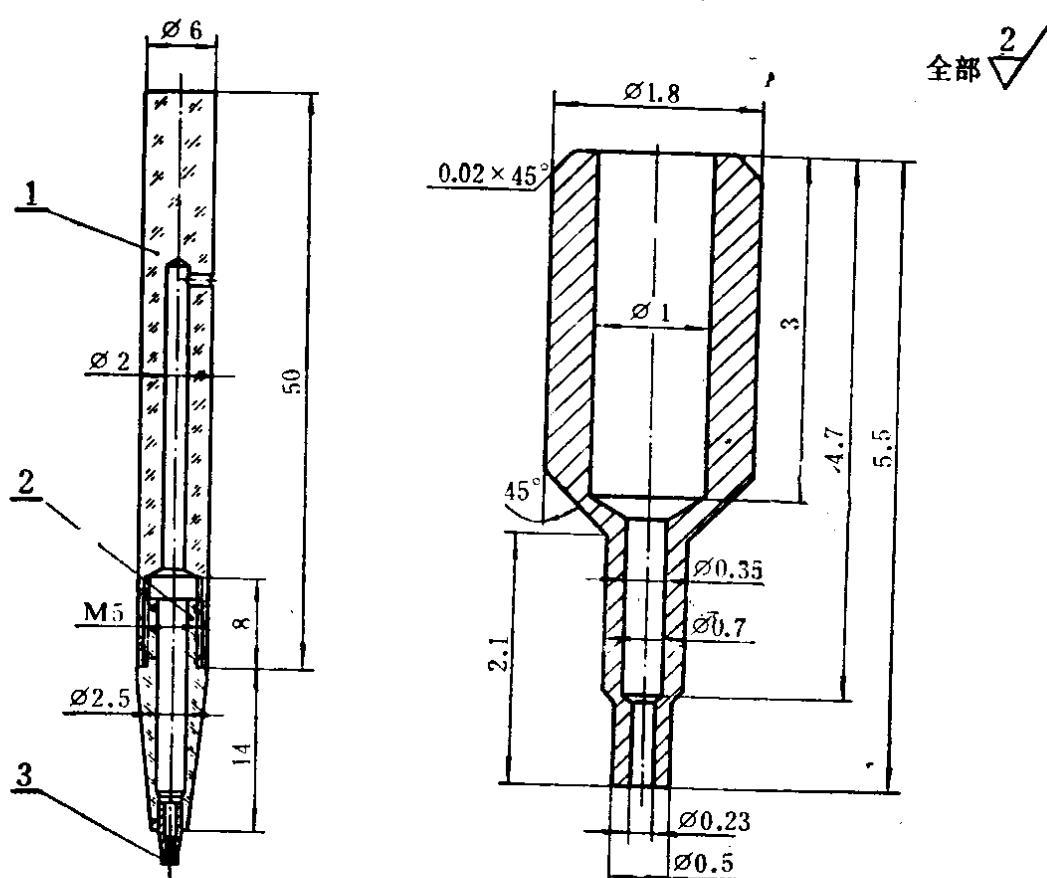

图 1-24 油笔
(2) 油笔 (见图 1-24): 油笔杆 1 与油笔嘴 2 为螺纹联接, 油笔尖 3 紧插在油笔嘴的孔里。油笔杆和油笔嘴全用有机玻璃制成。油笔嘴中贮存表油。为了使表油能从油笔尖的细孔中顺利流出, 油笔杆上应钻一个横的气孔。油笔尖的材料是钢的, 要进行热处理, 使其有一定的硬度, 可延长使用寿命。油笔尖的形状和尺寸如图 1-25 所示。